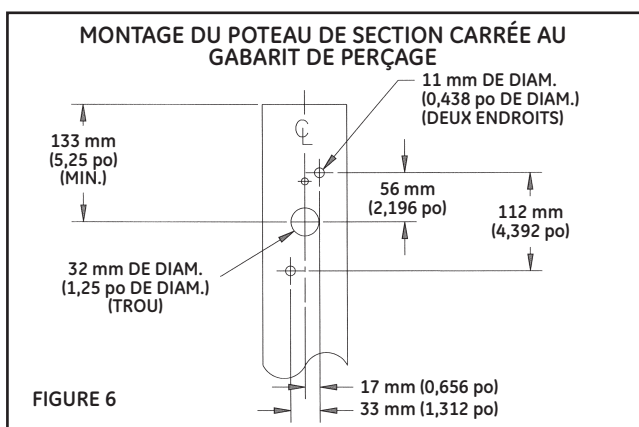

FIGURE 6
Ce luminaire a été configuré de la même façon que 4; aucune plaque adaptatrice n'est requise pour le montage à un poteau de section carrée. La configuration des trous sur le poteau de section carrée doit être conforme à la figure 6.
- Pour régler la visée du luminaire, desserrez le boulon du joint d'articulation, ajustez la visée entre 0° et 45° (voir la figure 6), puis serrez le boulon à un couple de 61 à 68 N.m (45 à 50 pi-lb).